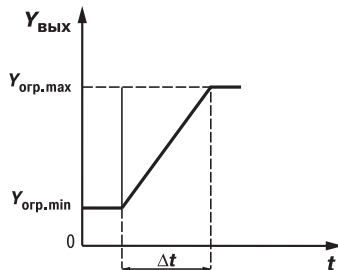

Рис. 10
– скорости изменения $v_{огр} = \frac{Y_{огр. max} - Y_{огр. min}}{\Delta t}$ (рис. 10), используемые для